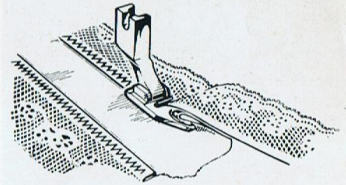

Abb. 43
d) SÄUMEN UND ANNÄHEN VON SPITZEN (Abb. 43)